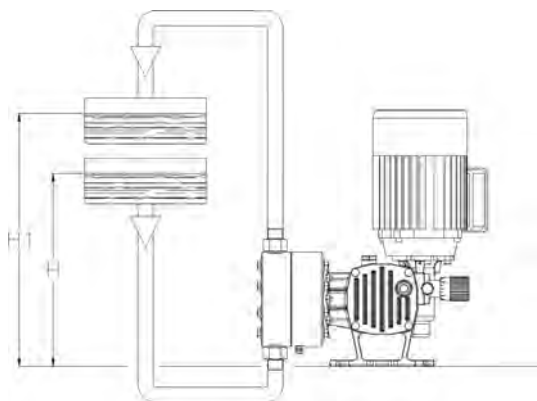

Fig. 6 – Instalação ideal
- sucção afogada (Ref. H - Fig.6)
- descarga positiva no cabeçote (Ref. H1 - Fig.6)